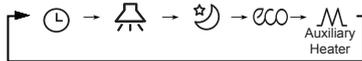

Figura 6.11
- Pulse el botón  para ir a las funciones disponibles; la pantalla del mando con cable mostrará las opciones siguientes: "  ", "  ", "  ", "  ", "  " (reservada). También puede pulsar los botones  y  para seleccionar la función deseada. (Ver figura 6.11).